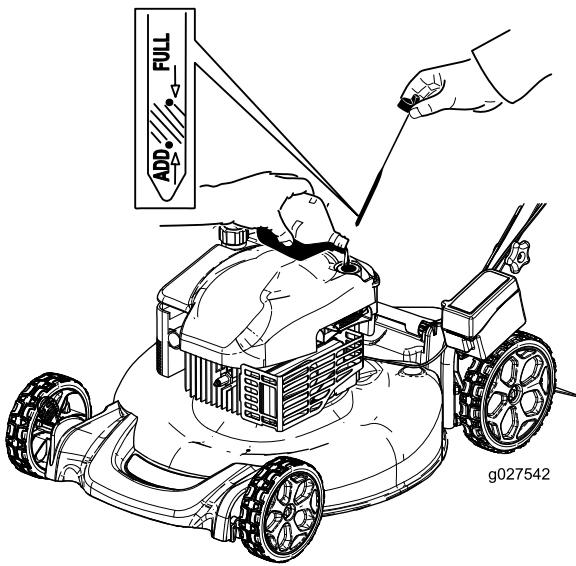

Bild 25
12. Nehmen Sie den Peilstab heraus und lesen Sie den Ölstand ab (Bild 25).